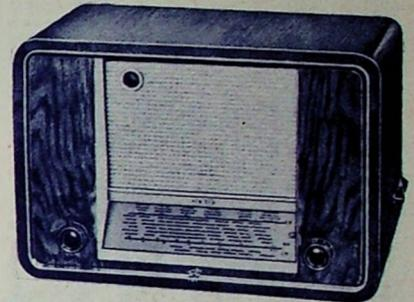

Bild 4. 5-Röhren-6-Kreis-Super AEG 50
**Bild 4.** Die nach dem bisher üblichen Aufnahmeverfahren hergestellten Schallplatten verwenden einen gleichmäßigen, mechanisch erzeugten Rillenabstand, den man nur bei den verhältnismäßig selten vorkommenden großen Lautstärken voll ausnutzt. Bei mittleren und kleinen Lautstärken wird wertvoller Plattenraum verschwendet. Links sieht man sieben Rillen ohne Musik